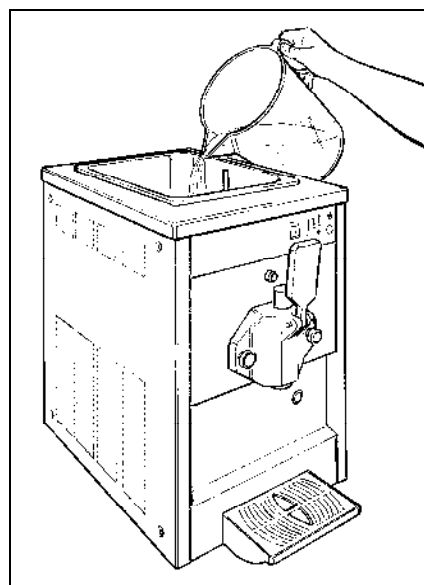

Fig. 6
- Versare il prodotto nella vasca superiore (fig.6) ed attendere che defluisca all'interno del cilindro di congelamento considerando che la capienza del cilindro è di circa 8 litri mentre quella della vasca superiore è di circa 10.